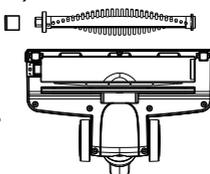

Figura 19
- Sfilare il rullo e procedere alla sua pulizia senza lavarlo (figura 19).